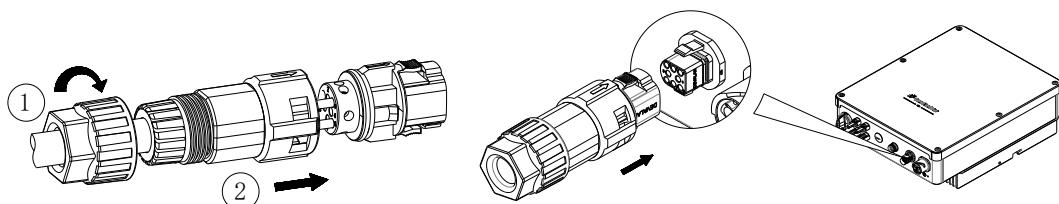

FIG.6 Montagem do Conector FIG.7 Insira o conector no receptáculo
4) Aperte a porca de pressão e em seguida empurre a luva rosada para dentro do bujão, conforme FIG.6.